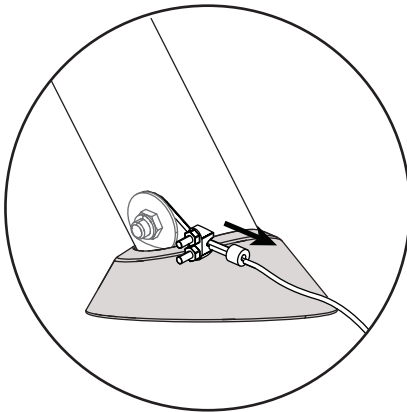
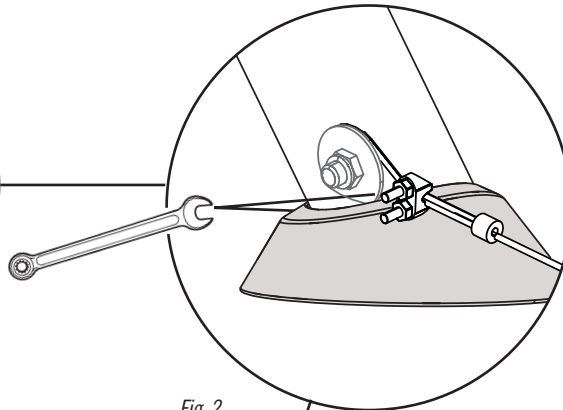
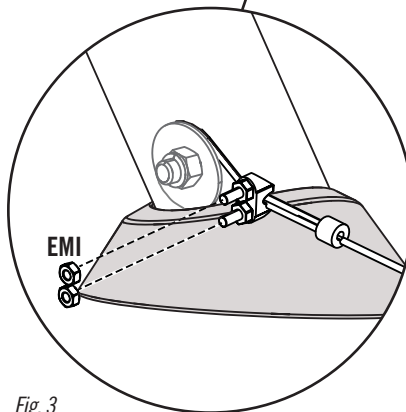

Fig. 1
Fig. 2
Fig. 3
- Now, remove any slack in the cable (**Fig. 1**), then tighten the nuts already on the cable as shown (**Fig. 2**). Secure two additional sets of **nuts (EMI)** (**Fig. 3, 4**) to the cable to cover any exposed threads.
- Maintenant, éliminer tout jeu du câble (**Fig. 1**), ensuite serrer bien les écrous déjà sur le câble comme illustré (**Fig. 2**). Attacher deux jeux d'**écrous (EMI)** (**Fig. 3, 4**) supplémentaires au câble pour couvrir du filetage exposé.
- Ahora, eliminar cualquier distensión en el cable (**Fig. 1**), entonces apriete las tuercas ya están en cable como se muestra (**Fig. 2**). Sujetar dos juegos de **tuercas (EMI)** (**Fig. 3, 4**) adicionales al cable para cubrir cualquier rosca expuesta.